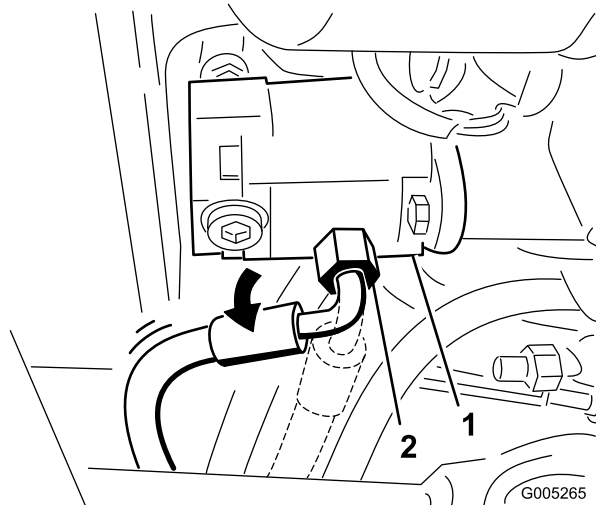

Figura 84
37. Afloje el acoplamiento de la manguera de presión y gire el acoplamiento 45 grados hacia la parte trasera de la máquina (Figura 84).
Nota: La Figura 84 muestra la vista desde debajo de la unidad de tracción.